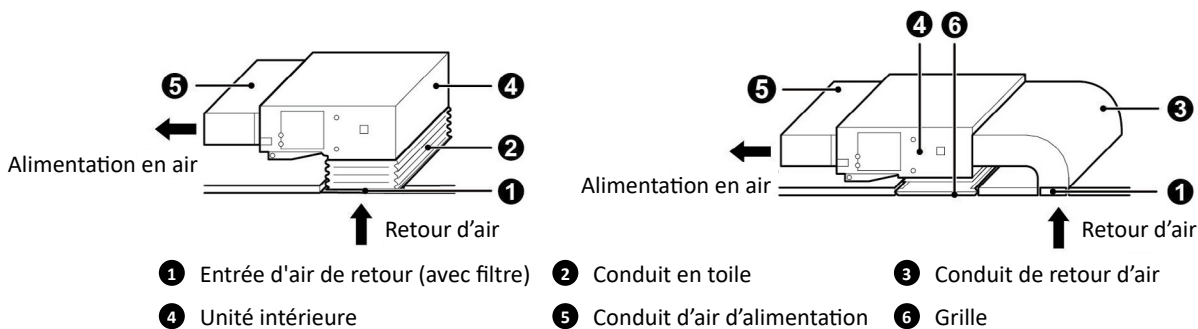

Fig. 4.4.5
② Si vous souhaitez un retour d'air par le bas, il suffit de changer la place de la bride rectangulaire et de la plaque de recouvrement de retour d'air.
③ Raccordez l'une des extrémités du conduit de retour d'air à la sortie de retour d'air de l'unité à l'aide de rivets et l'autre extrémité à la grille de retour d'air. Par souci de commodité pour ajuster librement la hauteur, une coupe de conduit en toile peut être utile. Celle-ci peut être renforcée et pliée par du fil de fer 8#.
④ Un retour d'air en bas est susceptible d'émettre plus de bruit qu'un retour d'air arrière, il est donc recommandé d'installer un silencieux et un boîtier de pression statique pour minimiser le bruit.
⑤ La méthode d'installation peut être choisie en tenant compte des conditions du bâtiment et de l'entretien, etc., comme le montre la Fig.4.4.5.